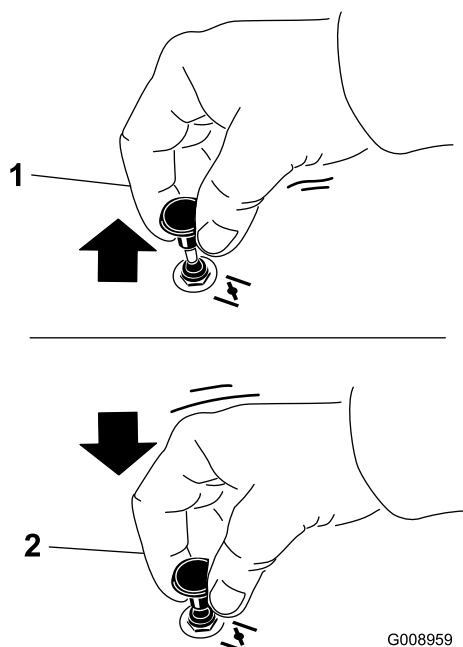

Figura 24
1. Tire hacia arriba del mando para engranar el estárter antes de usar el interruptor de encendido (Figura 24).
2. Presione hacia abajo el mando del estárter para desactivar el estárter después de que el motor arranque (Figura 24).